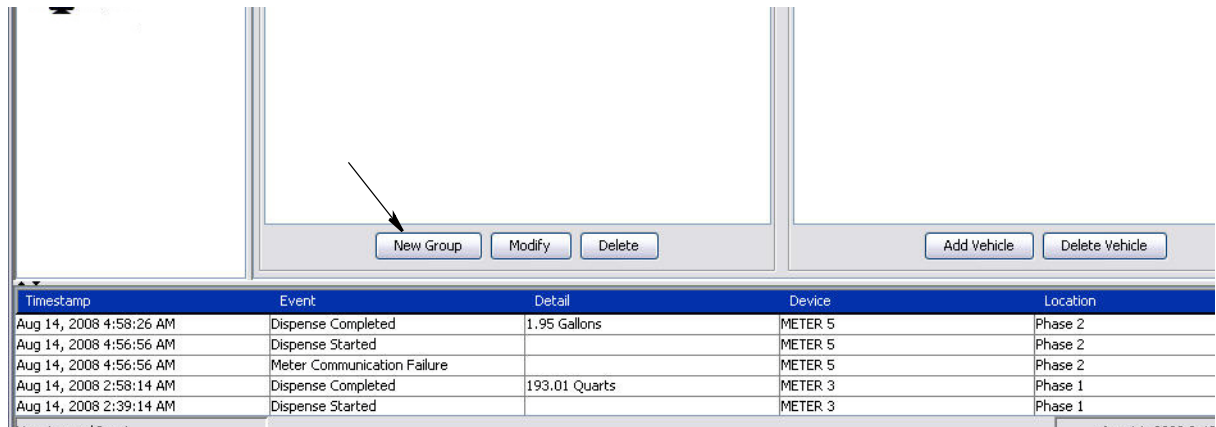

Рис. 151
2. Чтобы создать новую «Vehicle Group» [Группу транспортных средств], нажмите кнопку «New Group» [Создать группу] (Рис. 151).